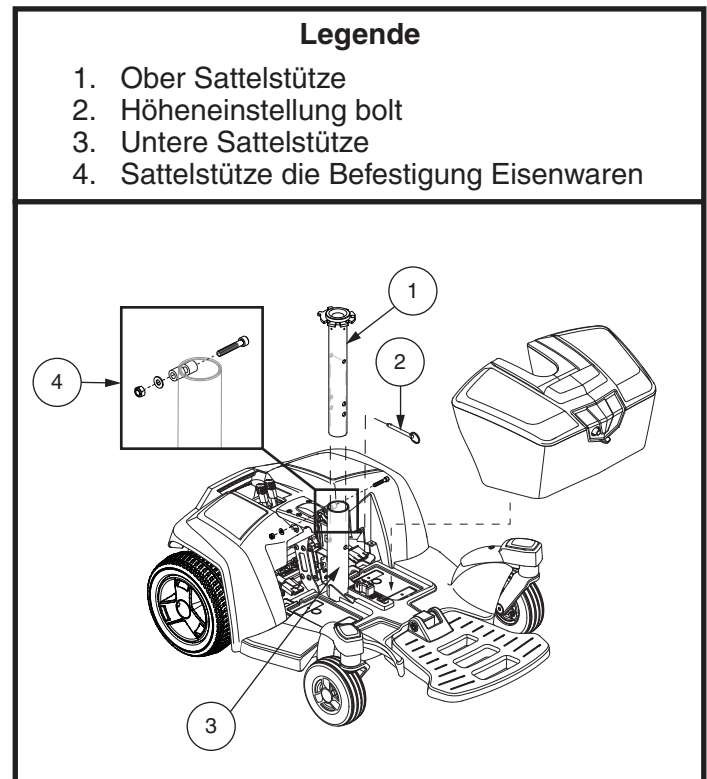

Abb. 8. Sitzhöhenverstellung
8. Lösen Sie die Hardware auf der Rückseite der Sattelstütze. **Siehe Abb. 8.**
**Siehe Abb. 8.**